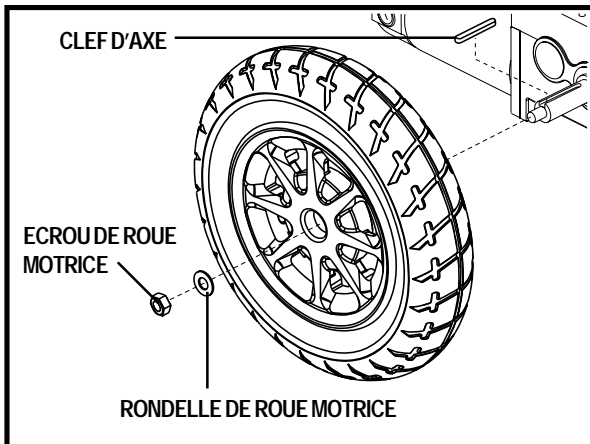

Figure 26. Roue Motrice
4. Retirez les écrous et le rondelle de roue motrice sur l'essieu. Voir la figure 26.